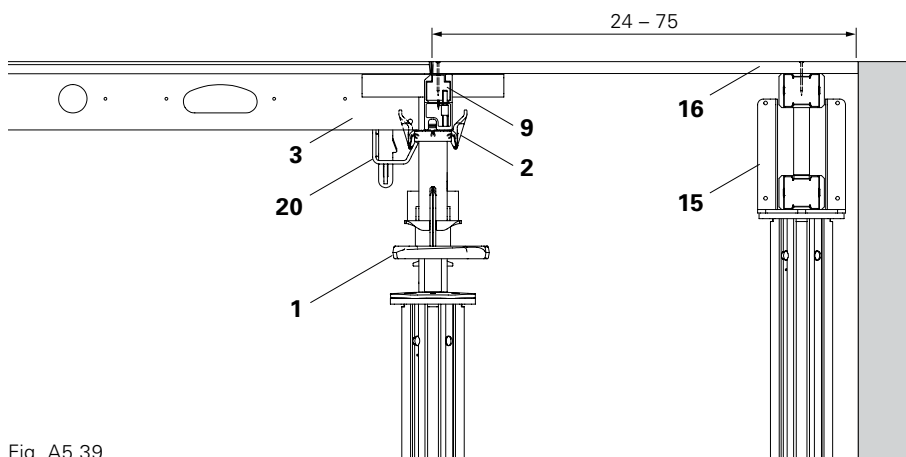

Fig. A5.39
1. Montar o painel SDP (3) na viga principal (2).
2. Inserir a viga de extremidade SRT-2 (9) na viga principal.
3. Posicionar um prumo adicional com cabeçal (15) e viga de cofragem.
4. Instalar o forro (16) e fixar com pregos. (Fig. A5.39 + A5.40)